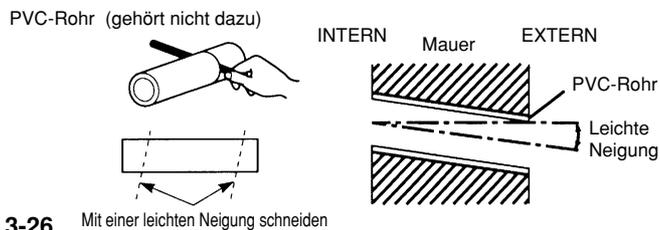

Abb. 3-26
- (9) Die Mauerdicke von innen nach außen messen. Ein PVC-Rohr schneiden, dessen Länge gleich lang sein muß wie die Mauerdicke und mit einer leichten Neigung, nun in die Öffnung der Mauer hineinführen (Abb. 3-26).